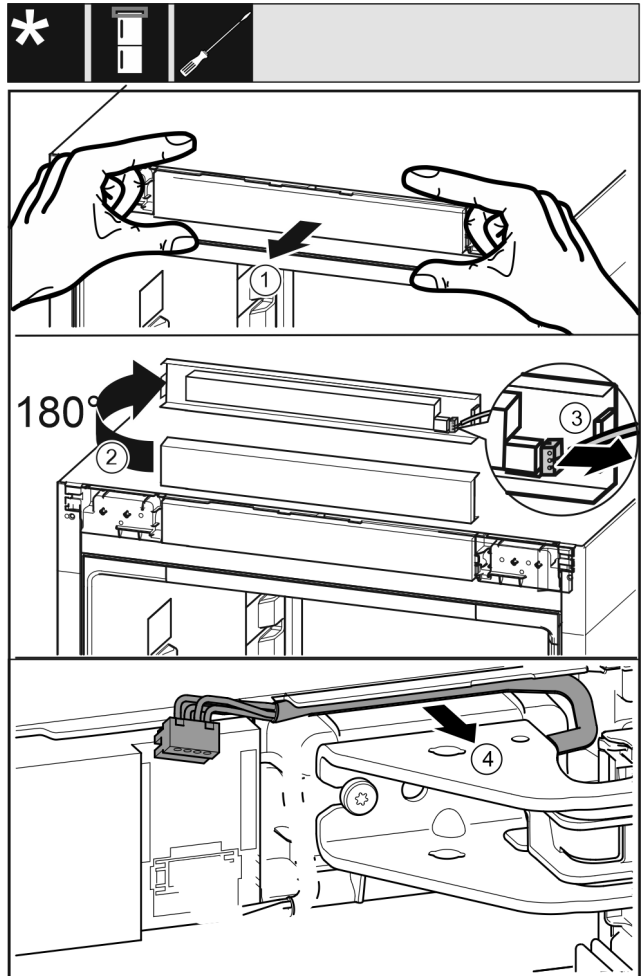

Fig. 21
- Bedienblende Fig. 21 (1) vorsichtig nach vorne lösen.
- Bedienblende Fig. 21 (2) nach oben um 180° drehen.
- Rastnase Fig. 21 (3) nach hinten drücken und den Stecker vorsichtig herausziehen.
- Kabel Fig. 21 (4) über Lagerbock vorsichtig aus der Führung lösen.